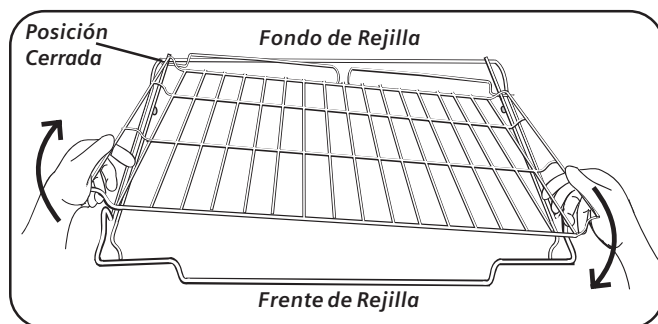

Figura 2 - Desarmar la Rejilla
**Las dos secciones de la rejilla se desarman para facilitar la limpieza.** Para hacerlo, coloque la rejilla sobre una superficie plana en la posición cerrada con el lado superior hacia arriba. Jale el frente de la rejilla hacia arriba y gire un lado hacia Ud. hasta que salga del tope (bola). jale la rejilla y sáquela con el lado girado primero (Vea Figura 2). **Para reensamblar la rejilla,** sostenga la rejilla superior diagonalmente sobre la rejilla inferior. Inserte un lado de la rejilla superior a la posición cerrada. Gire el otro lado hacia el fondo de la rejilla hasta que rebese el tope (bola). Empuje la rejilla completamente (Fig. 3) Si la rejilla superior no se extiende completamente, no se instaló correctamente. Vuelva a instalarla de modo que el tope de ollas quede en el fondo del horno.